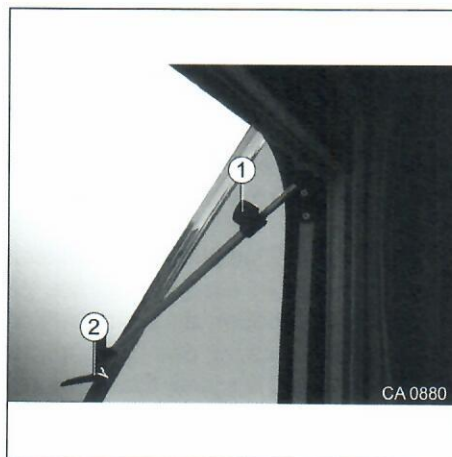
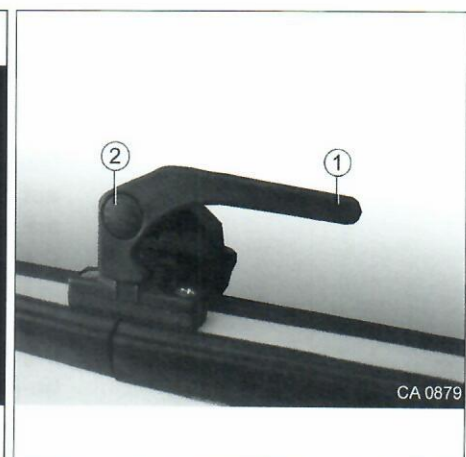

Abb. 6 Ausstellfenster
Abb. 7 Verriegelungshebel Ausstellfenster
- Bei jeder Bedienung des Verriegelungshebels den Sicherungsknopf (siehe Abb. 7, Pos. 2) drücken.
1. Sicherungsknopf (Abb. 6 und Abb. 7, Pos. 2) drücken und gedrückt halten.
2. Verriegelungshebel (Abb. 7, Pos. 1) senkrecht stellen.
3. Rändelschraube an Teleskopausteller (Abb. 6, Pos. 1) öffnen;
4. Rändelschraube an Teleskopausteller (Abb. 6, Pos. 1) schließen.
4. Sicherungsknopf (Abb. 6 und Abb. 7, Pos. 2) drücken und gedrückt halten.
5. Verriegelungshebel (Abb. 7, Pos. 1) waagrecht stellen.